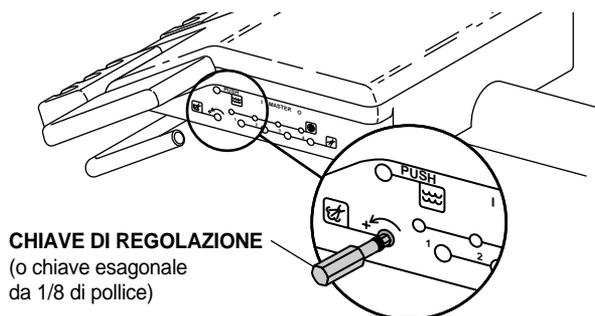

Figura 7. Controllo flusso aria di raffreddamento
Il controllo del flusso dell'aria di raffreddamento (vedere la Figura 7) viene utilizzato per la regolazione del flusso di aria di raffreddamento nei manipoli.
2. Individuare il controllo dell'aria di raffreddamento (vedere la Figura 7).